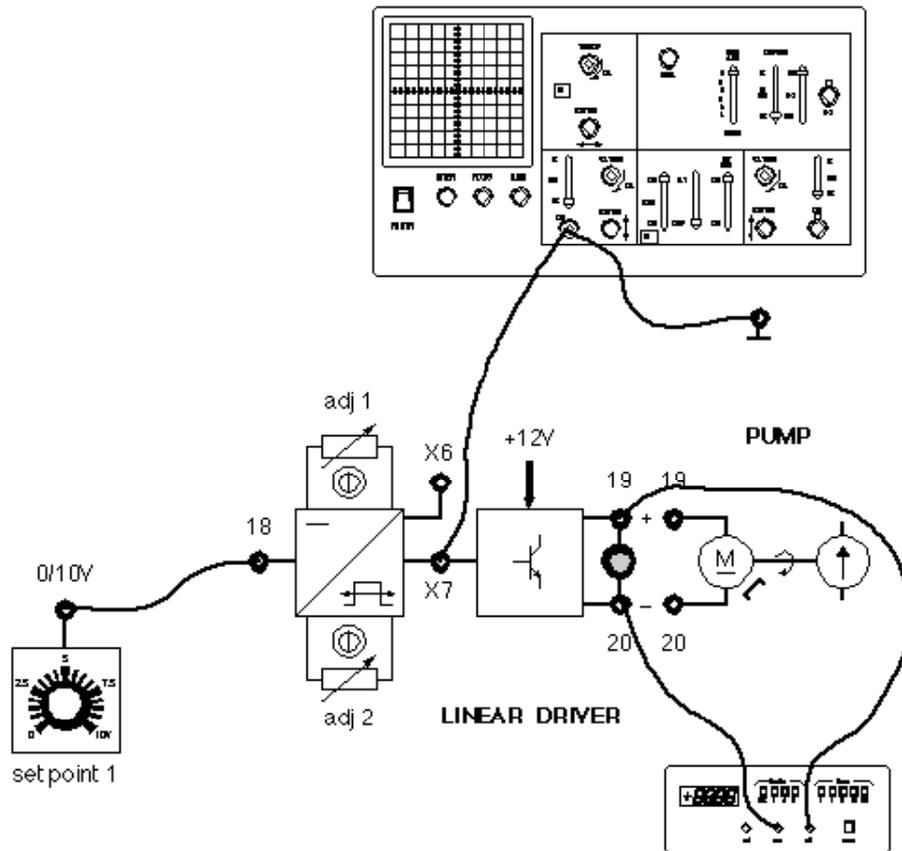

Fig. 2.3
- 8) Colocar la sonda del osciloscopio en el casquillo X7 (ficha 2.1 fig. 2.3).
- 9) Conectar, mediante un cable, el casquillo 18 del LINEAR DRIVER al casquillo 0/10 V del SET POINT 1 (ficha 2.1 fig. 2.3).
- 10) Introducir un terminal del voltímetro digital, preparado en corriente continua, en el casquillo 19 y el otro en el 20 (ficha 2.1 fig. 2.3).